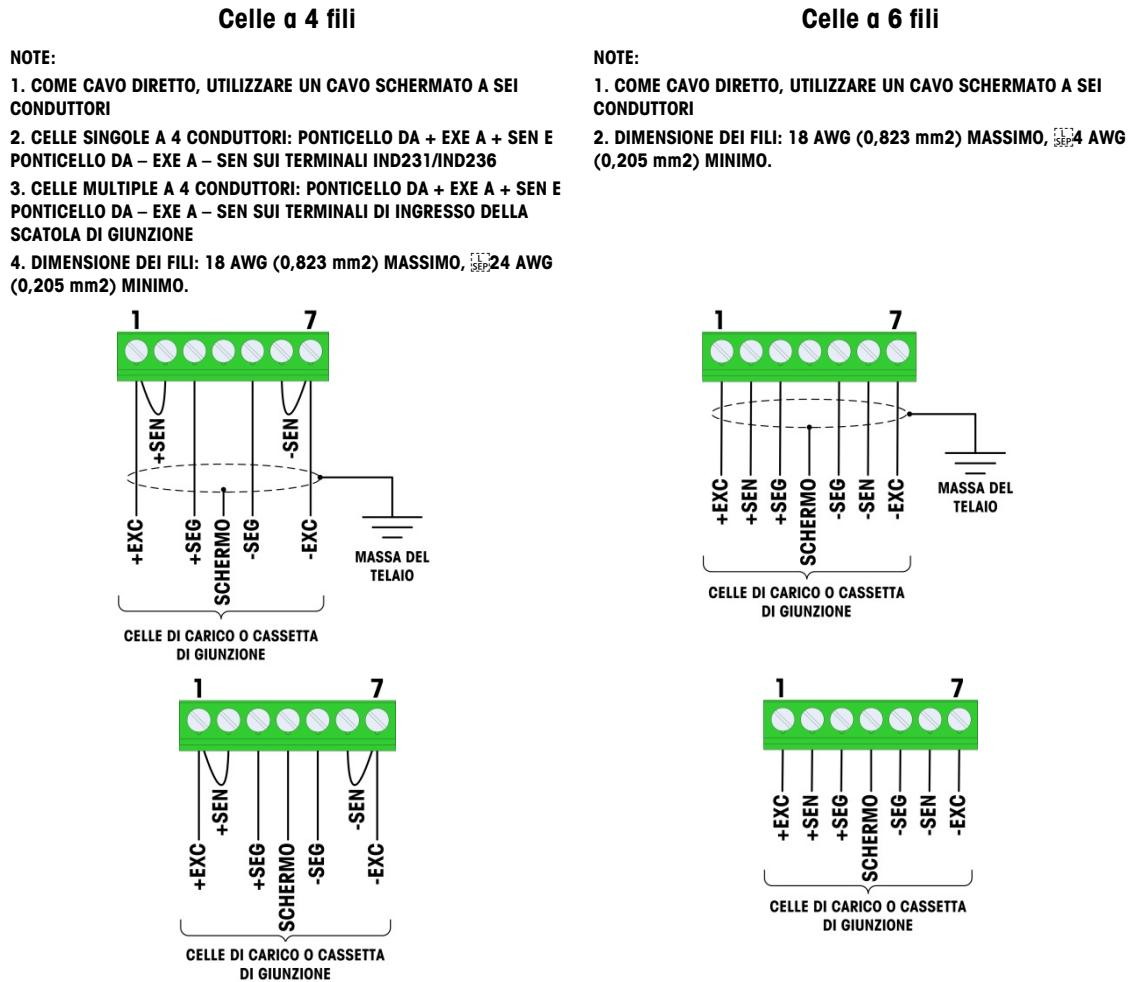

Figura 2-23: Terminazione cella di carico, Terra telaio (in alto), Terminale di terra (in basso)
La Tabella 2-4 e la Figura 2-23 mostrano le assegnazioni dei collegamenti sulla morsettiera del terminale della cella di carico analogica. Si noti che, quando si utilizzano celle di carico a quattro fili, è necessario posizionare i ponticelli tra i terminali +Excitation (Alimentazione+) e +Sense (Rilevamento+) e tra i terminali –Excitation (Alimentazione-) e –Sense (Rilevamento-).
3. Collegare i fili della cella di carico al connettore sulla scheda madre. Fare riferimento al codice dei colori della cella di carico da collegare e alla Figura 2-23.
5. La ferrite fornita con il terminale va posizionata intorno ai fili del connettore della cella di carico, all'estremità del cavo. Fare riferimento al codice dei colori della cella di carico da collegare e alla Figura 2-23.
2. Posizionare la ferrite all'estremità del cavo della cella di carico e fissare i fili della cella di carico al connettore sulla scheda madre. Fare riferimento al codice dei colori della cella di carico da collegare e alla Figura 2-23.
7. Collegare i fili della cella di carico al connettore sulla scheda madre. Fare riferimento al codice dei colori della cella di carico da collegare e alla Figura 2-23.